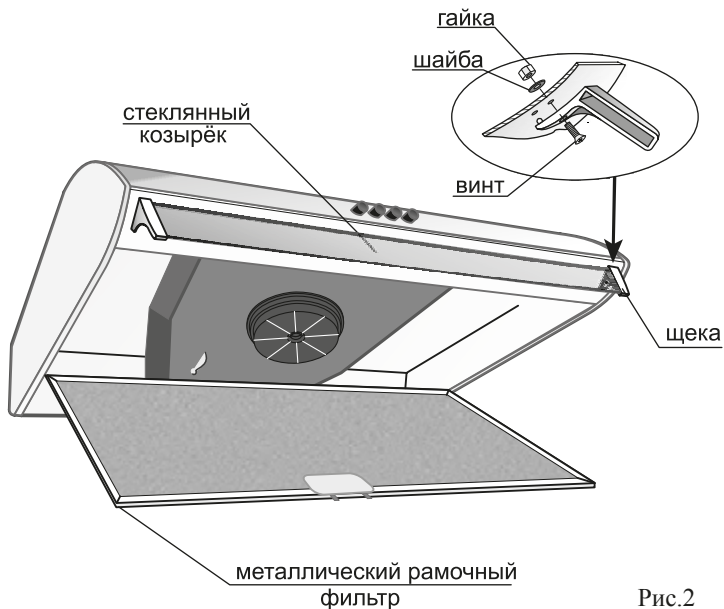

Рис.2
- металлическими рамочными фильтрами и стеклянным козырьком (рис.2).